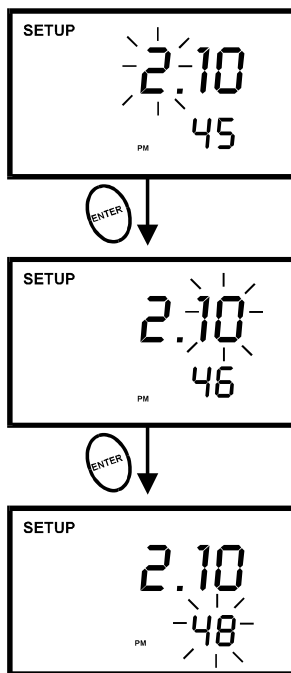

Abbildung 33 – Stunde, Minuten und Sekunden auswählen
11. Drücken Sie die **ENTER** Taste, um das Datum zu bestätigen und fahren Sie fort mit der Stunden-Auswahl. Die "Stunden-Ziffern" werden aufblinken. Siehe Abbildung 33 (nächste Seite).
15. Drücken Sie die **ENTER** Taste, um die Minuten zu bestätigen und fahren Sie fort mit der Sekunden-Auswahl. Die "Sekunden-Ziffern" werden aufblinken. Siehe Abbildung 33.